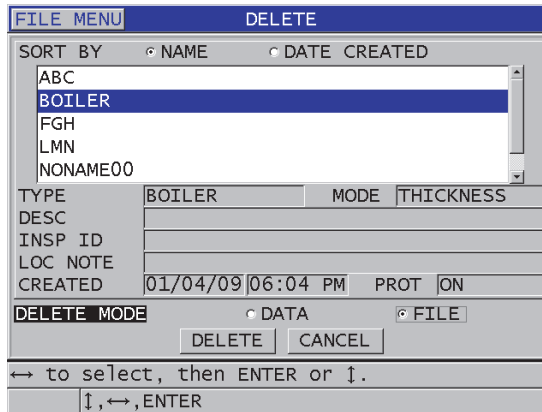

Figura 11-20 Pantalla BORRAR (DELETE)
3. En la pantalla **BORRAR (DELETE)** [ver Figura 11-20 en la página 223]: